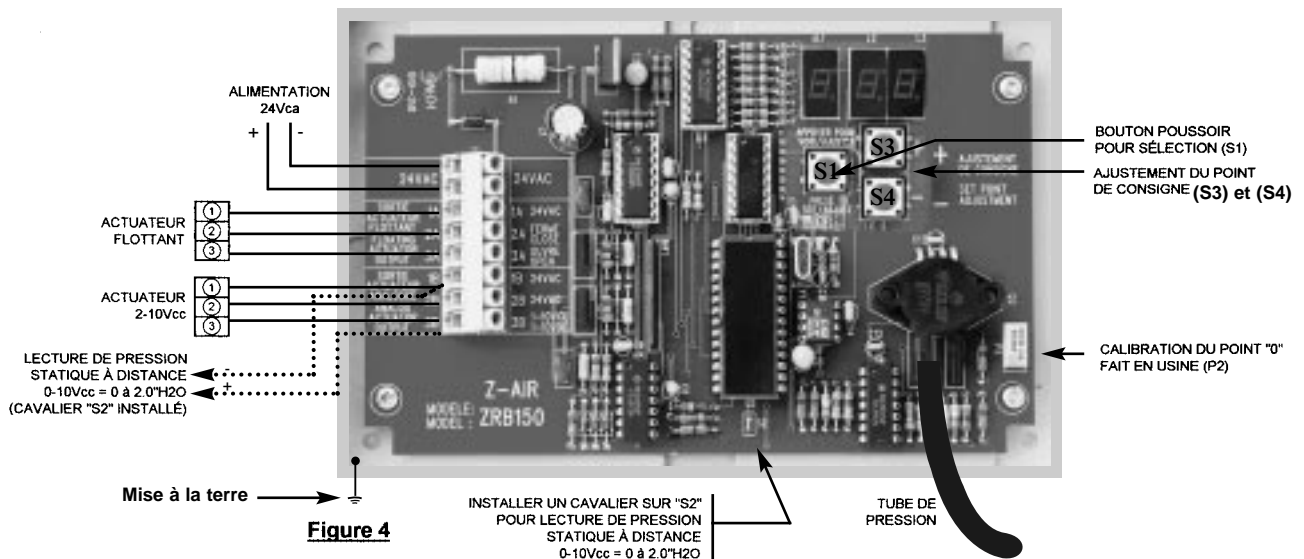

Figure 4
- Une sortie de type flottante pour servomoteur 24Vca (1A-2A-3A) (Fig.4)
- Une sortie modulante pour servomoteur 2-10Vcc (1B-2B-3B) (Fig.4) et la sortie (3B) peut-être modifiée comme point de lecture à distance en ajoutant le cavalier (S2) sur le circuit imprimé (Fig.4).